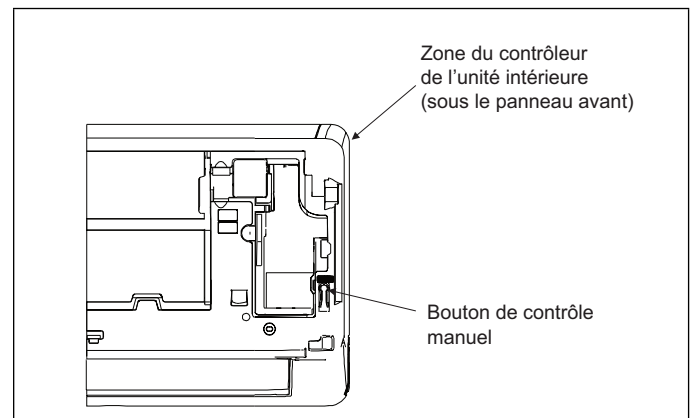

Figure 40. Bouton de contrôle manuel
2. Le bouton MANUAL CONTROL (contrôle manuel) se trouve du côté droit de l'unité. Appuyer deux fois sur ce bouton pour sélectionner la fonction CLIMATISATION. Voir la «Figure 40. Bouton de contrôle manuel».